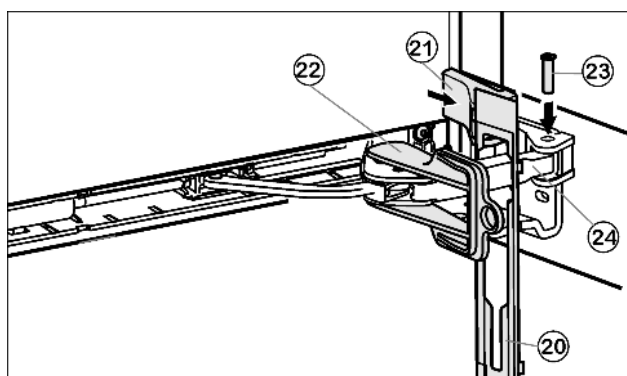

Fig. 16
- ▶ Attaccare il pannello Fig. 16 (20) sulla staffa dell'ammortizzatore, in modo che i ganci di fermo puntino in avanti e verso il lato anteriore dell'apparecchio.
- ▶ Tirare la staffa ammortizzatrice Fig. 16 (24) verso l'elemento di supporto e inserire il perno Fig. 16 (23) dall'alto, in modo che il quadrato alloggi nell'incavo.
- ▶ Applicare la copertura Fig. 16 (21) e innestare.
- ▶ Togliere la protezione Fig. 16 (22) torcendo.
- ▶ Inserire il pannello Fig. 16 (20) nella porta.